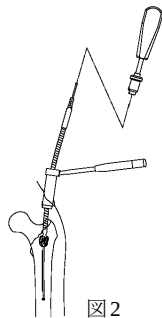

図2
- 2) グリップハンドルをフレキシブルリーマー後端に接続し、スキンプロテクターを介して髓腔をリーミングします。(図 2)